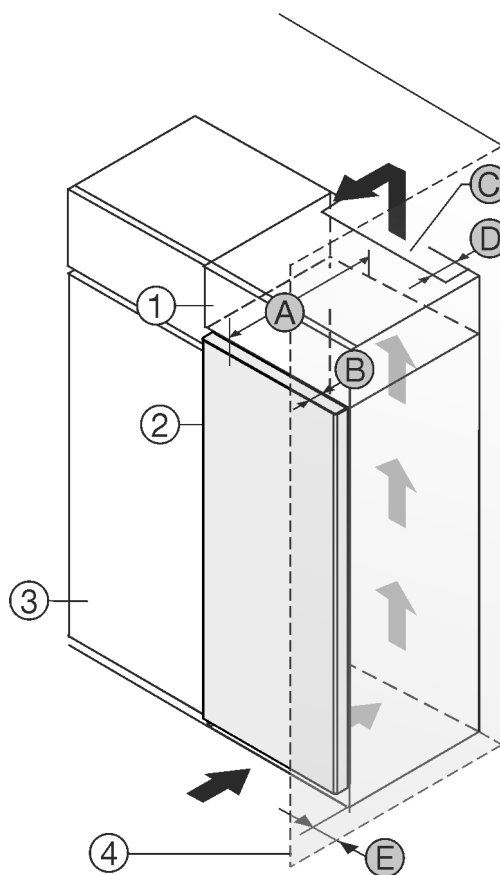

Fig. 1
- (1) Armadietto sovrapponibile*
- (2) Apparecchiatura*
- (3) Mobile da cucina*
- (4) Parete*
- (A) Profondità apparecchiatura*
- (B) Profondità porta*
- (C) Sezione di ventilazione*
- (D) Distanza lato posteriore apparecchiatura*
- (E) Distanza lato apparecchiatura*
È possibile posizionare l'apparecchiatura accanto a un mobile da cucina Fig. 1 (3)*.
Sul lato posteriore dell'armadietto sovrapponibile deve essere presente un vano di scarico dell'aria con la profondità Fig. 1 (D) che attraversa l'intera larghezza dell'armadietto sovrapponibile.*
Sotto al soffitto deve essere presente la sezione di ventilazione Fig. 1 (C)*.
Se si installa l'apparecchiatura con le cerniere accanto a una parete Fig. 1 (4), la distanza tra l'apparecchiatura e la parete deve essere di almeno 13 mm.*
Se si installa l'apparecchiatura con le cerniere accanto a una parete Fig. 1 (4), la distanza tra l'apparecchiatura e la parete deve essere di almeno 20 mm.*
Per poter aprire completamente la porta, installare l'apparecchiatura in modo che sporga dal frontale del mobile da cucina almeno della misura della profondità della porta Fig. 1 (B). L'apparecchiatura può sporgere ulteriormente a seconda della profondità dei mobili da cucina Fig. 1 (3) e dell'utilizzo di distanziatori a parete.*